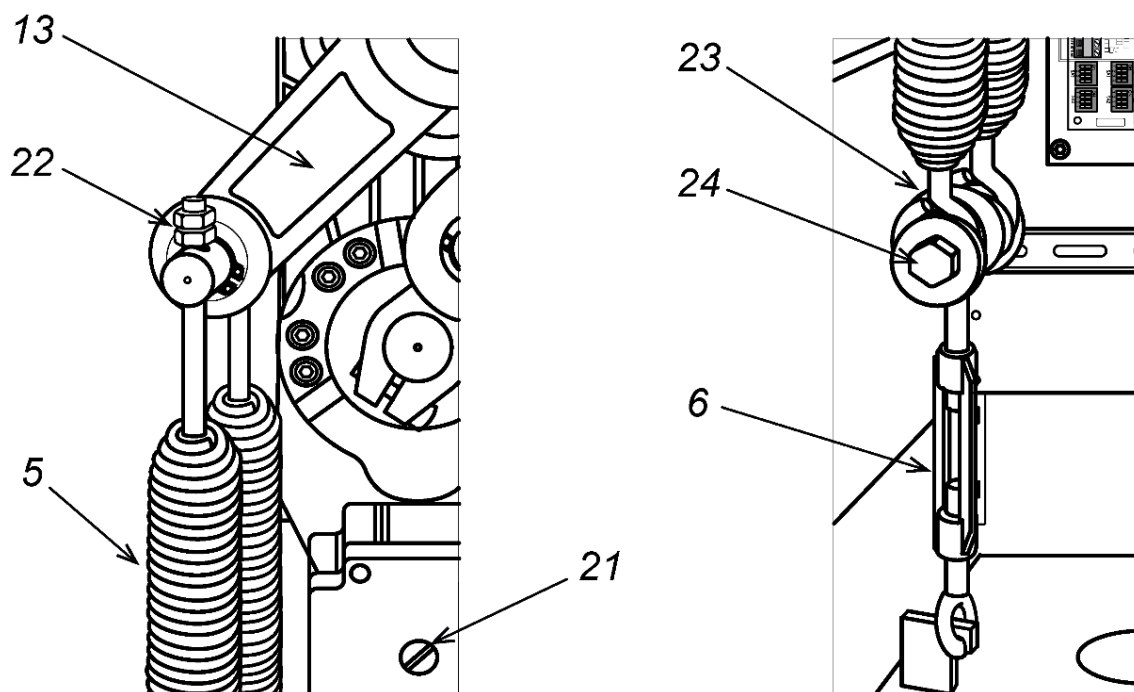

Рисунок 12. Установка балансировочных пружин
1. Снимите дверцу (2), открыв замок ключом.
2. На приводе стрелы переведите рычаг (13) в нижнее положение (см. рис. 12). Для этого шлицевой отверткой вращайте винт (ручку) разблокировки привода (21) против часовой стрелки, пока стрела не разблокируется из крайнего положения, затем вручную поднимите ее вертикально до упора. Для окончательной блокировки стрелы в крайнем верхнем положении вращайте винт (ручку) разблокировки привода (21) против часовой стрелки до упора.
3. Выберите из комплекта поставки необходимые пружины (5) в соответствии с таблицей:
5. Также регулировать натяжение пружин можно при помощи гаек (22) на верхних шпильках пружин (см. рис. 12), при этом над гайками у обеих пружин должно быть примерно одинаковое количество витков резьбы, но не менее 3-5 витков.